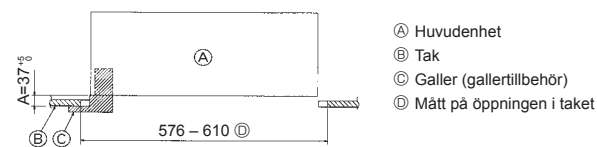

Fig. 2-6
3. När huvudenheten inte kan inriktas mot monteringshållet i taket kan den justeras med hjälp av en slits som finns på monteringsplåten. (Fig. 2-6)